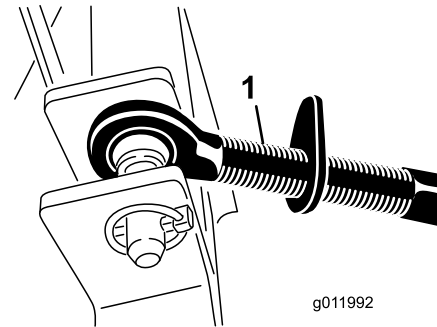

Figura 5
1. Conecte el brazo de enganche superior al soporte del soplador con un bulón y un pasador de seguridad (Figura 5).